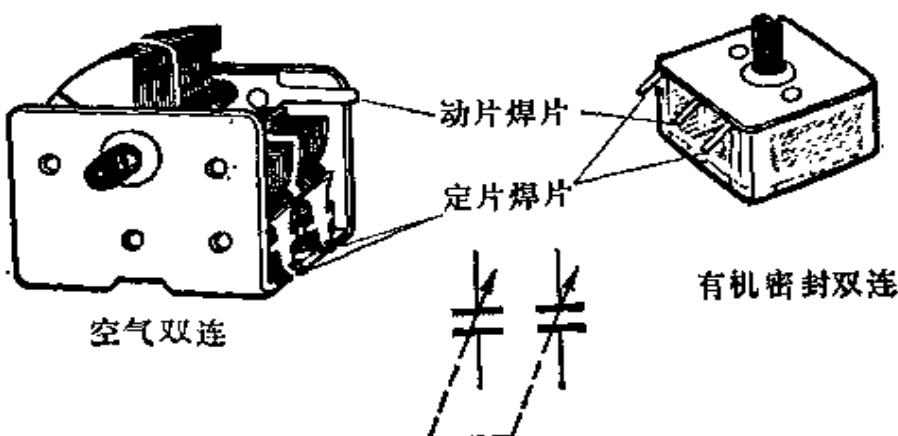

图 8-5
3. 双连可变电容器 简称双连。它由两只单连相合而成，两组动片和同一根转轴相连接。双连的实物外形和符号如图 8-5。